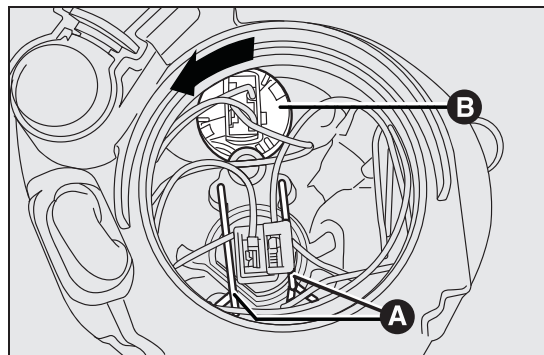

fig. 114
- ☐ maak de twee borgveren van de lamp A fig. 114 los;
- ☐ draai de lamphouder B fig. 114 linksom en verwijder hem;